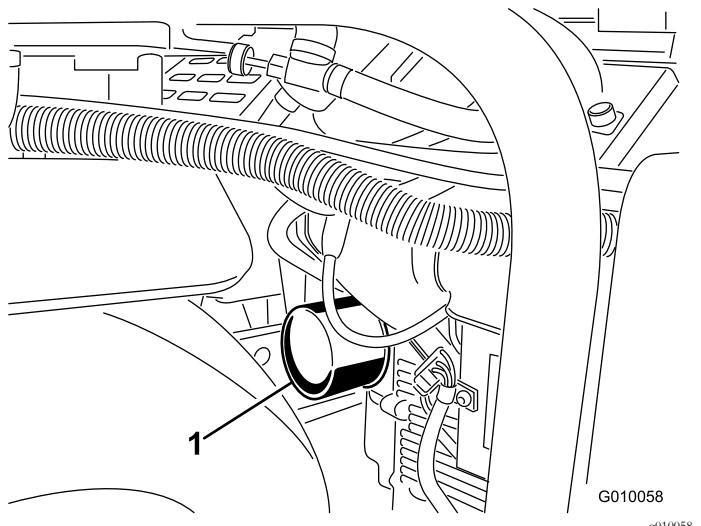
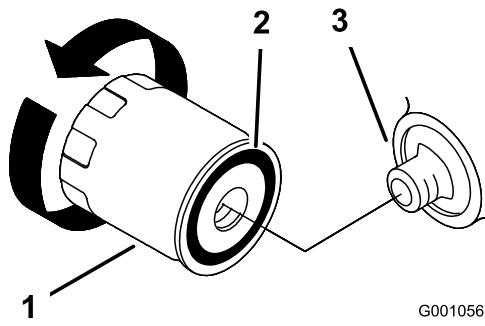

Figura 47
Figura 48
- Coloque um recipiente pouco profundo ou um pano debaixo do filtro para apanhar o óleo (Figura 47).
- Remova o filtro de óleo antigo (Figura 47 e Figura 48) e limpe a superfície da junta do adaptador do filtro.